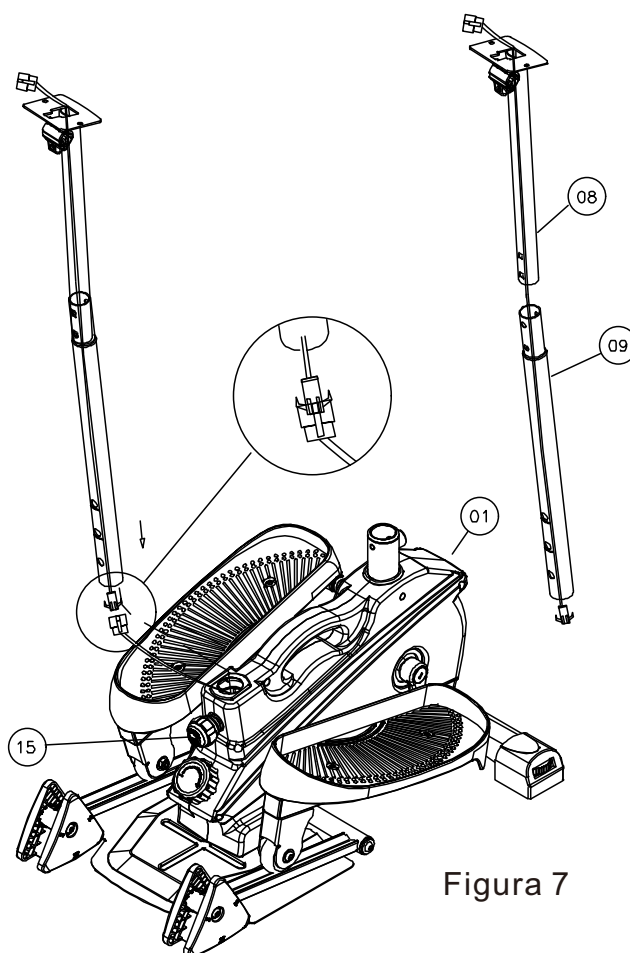

Figura 7
7. Conecte el tubo principal 08 en el extremo frontal al tubo intermedio 09. Inserte el cable del medidor electrónico en el tubo, conecte el cable, luego insértelo en el orificio frontal del bastidor principal 01, y finalmente ajuste la perilla de resorte de rótula 15. Como se muestra en la Figura 7: